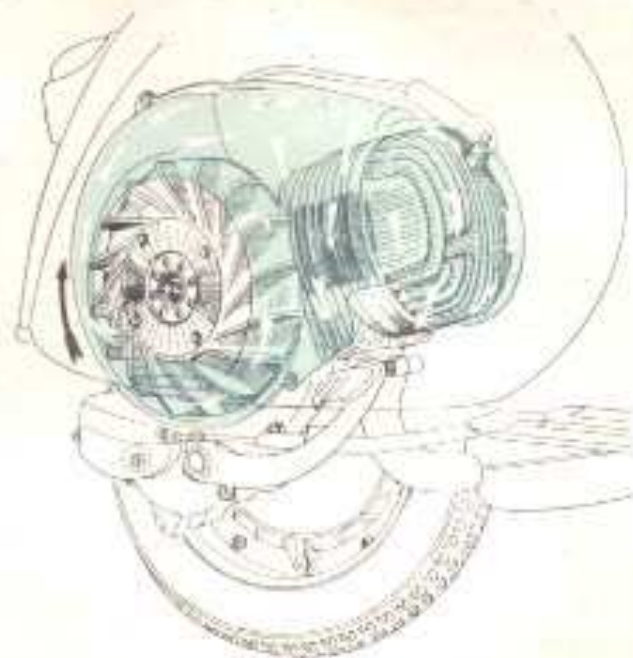

Fig. 8 - Circuito di raffreddamento
**Raffreddamento** (ved. fig. 8): realizzato a qualsiasi velocità da un ventilatore centrifugo.